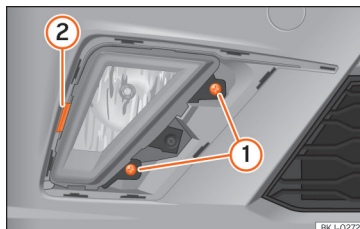

Abb. 59 Nebelscheinwerfer: Lampenhalter ausbauen
- Entfernen Sie die beiden Schrauben » **Abb. 59** ① und lösen Sie den Klipp ② mit einer Hebelbewegung heraus, um den Nebelscheinwerfer herauszunehmen.